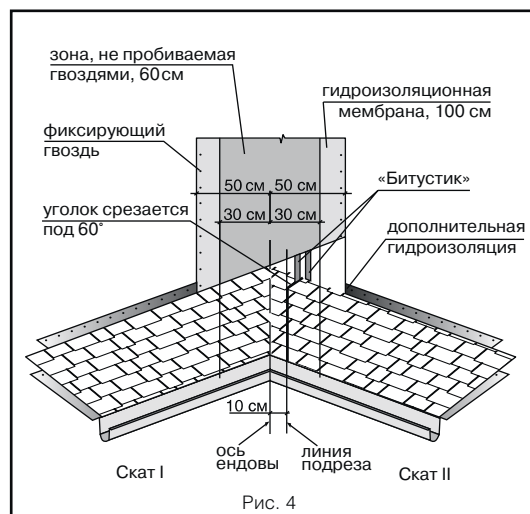

Рис. 4
Ендова (рис. 4)
- на прилегающем скате (II) вдоль оси ендовы на расстоянии 30 см от нее отбивается линия;
- лист, подходящий к ендове со ската II, должен доходить до линии подрезки и обрезаться по ней. Верхний уголок обрезанного края листа подрезается под углом 60° (5 x 3 см – рис. 4);